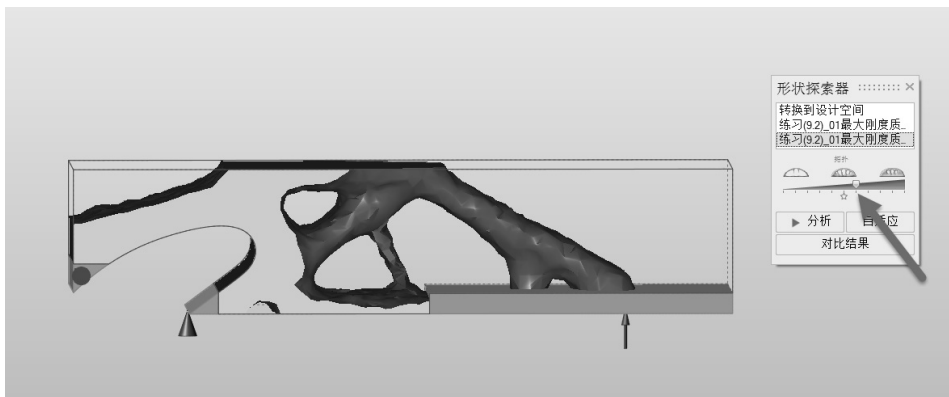

图 9-26 重新运行优化结果
4) 重新运行优化, 所有设置与之前一致, 获得结果如图 9-26 所示。本次运算由于施加了拔模控制, 因此运行结果不再出现中空形状。